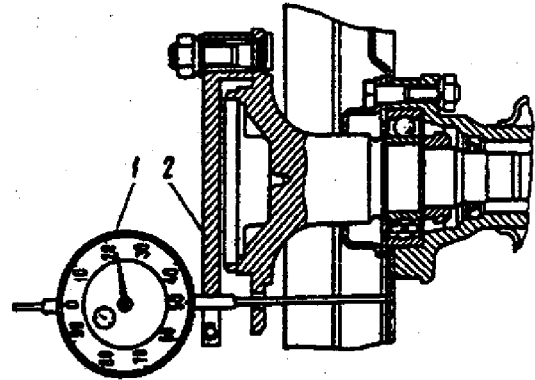

Fig. 3-58. Verificação do curso livre: 1 - micrômetro de dial; 2 - dispositivo de verificação.
4. Fixar à semi-árvore o dispositivo de verificação 02.7834.9504. Inserir, por um dos orifícios da semi-árvore, o prolongador do apalpador do micrômetro 1 (fig. 3-58), até apoiá-lo no espelho de freio ou defletor de óleo; fixar o dispositivo.